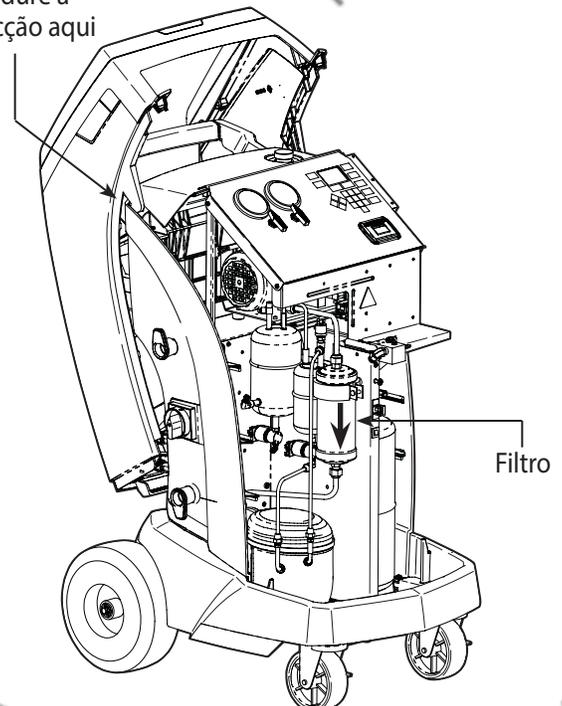

Figura 12
3. Pendure a cobertura na parte de trás da máquina como ilustrado na Figura 12.